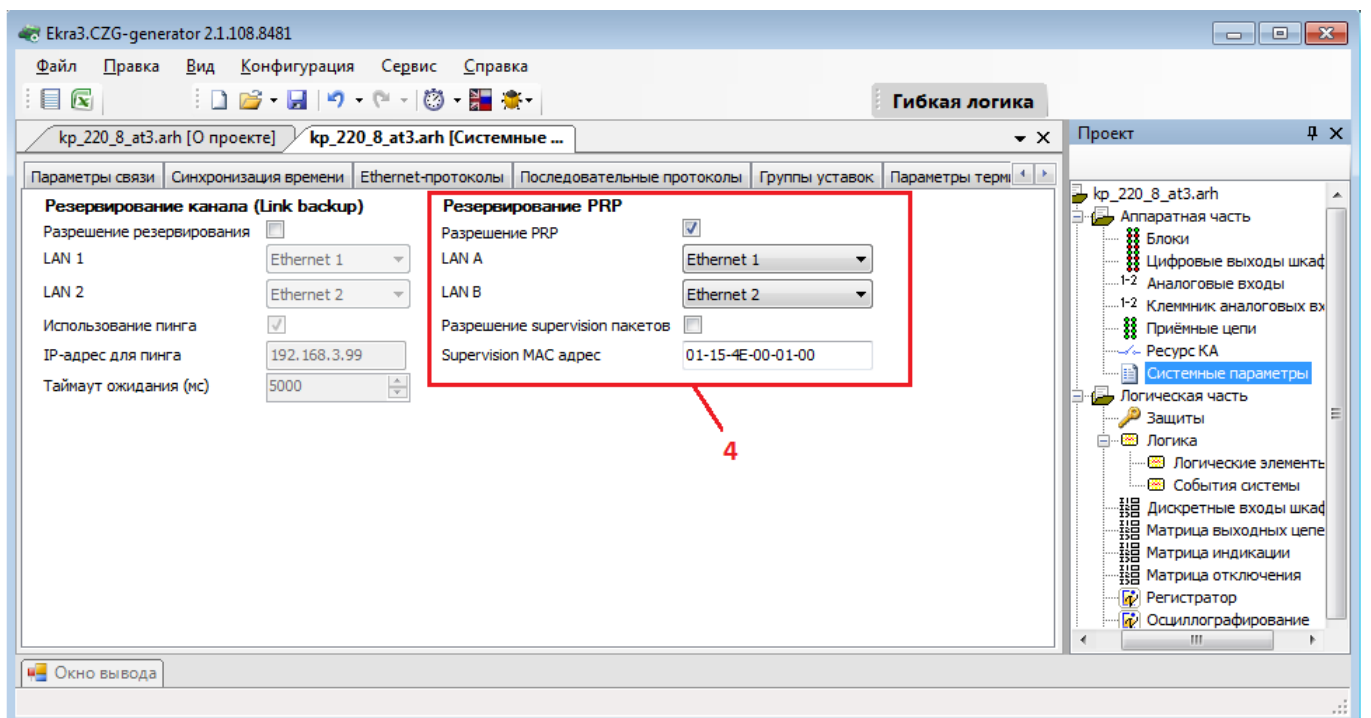

Рисунок 3.68
- установить флажок перед полем **Резервирование PRP** (см. рисунок 3.68).
- выбрать «LAN A» (основной интерфейс) и «LAN B» (резервный интерфейс) (см. рисунок 3.68, обозначение 4);